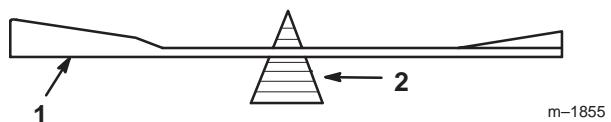
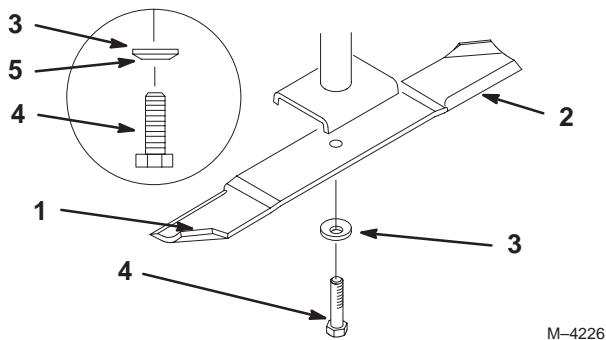

Figure 31
Figure 32
1. Tenez la lame à son extrémité avec un chiffon ou un gant épais. Retirez le boulon, la rondelle élastique et la lame de l'axe de la lame (Fig. 32).
2. Vérifiez l'équilibre de la lame en la plaçant sur un équilibrEUR (Fig. 31). Si la lame reste horizontale, elle est équilibrée et peut être utilisée. Si la lame est déséquilibrée, limez un peu l'extrémité de la partie incurvée seulement (Fig. 32). Vérifiez de nouveau et répétez la procédure jusqu'à ce que la lame soit équilibrée.
1. Placez la lame sur l'axe (Fig. 32).
2. Installez la rondelle élastique et le boulon de la lame (Fig. 32). Serrez le boulon de lame à 115–150 Nm (85–110 pieds/livres).